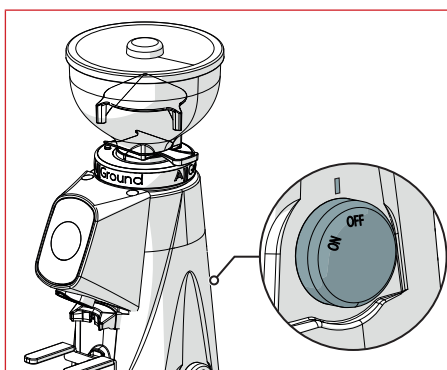
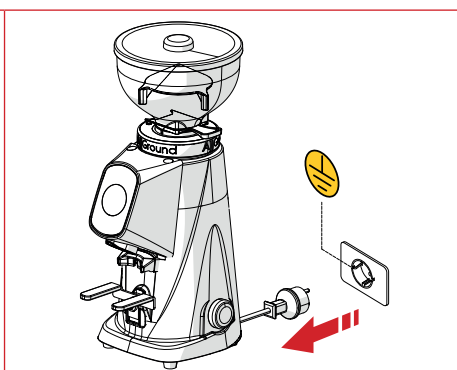

Fig. 14
Fig. 15
**ATTENZIONE!** Prima di eseguire qualsiasi intervento di pulizia, scollegare il macinatore dalla alimentazione elettrica ruotando in posizione “O” (OFF) l'apposito interruttore (Fig. 14) e scollegare la spina di alimentazione dalla relativa presa (Fig. 15).